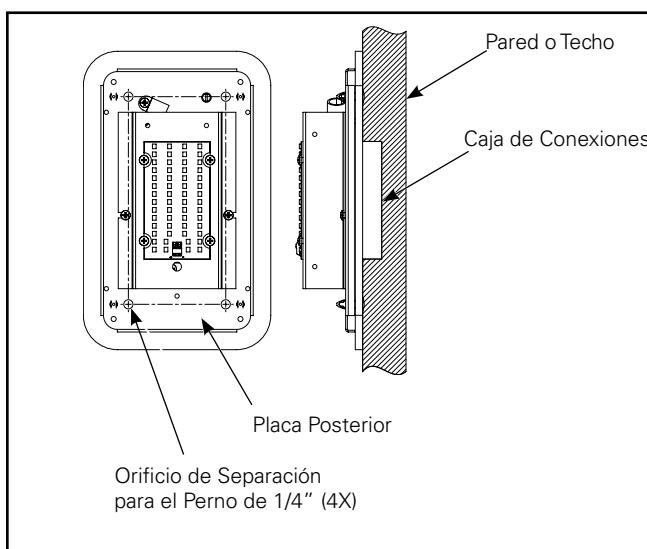

Figura 4.
3. Centra la placa de montaje sobre el cielo raso plano y liso o la pared sobre la caja de conexiones. Usa la placa de montaje como planilla para conocer la ubicación de colocación de las fijaciones. (ver Figura 4)